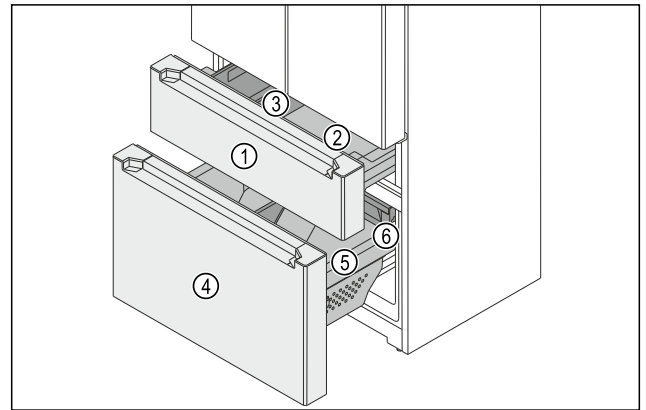

Fig. 146 Auszugswagen Gefriereteil
- (1) Oberer Auszugswagen
- (2) Behälter
- (3) FlexBox
- (4) Unterer Auszugswagen
- (5) Behälter
- (6) Schubfach
Das Gefriereteil besteht aus zwei Auszugswagen. Im oberen Auszugswagen Fig. 146 (1) sind ein Behälter Fig. 146 (2) und eine FlexBox Fig. 146 (3). Im unteren Auszugswagen Fig. 146 (4) sind ein großer Behälter Fig. 146 (5) und ein Schubfach Fig. 146 (6). Sie können die Behälter im oberen und unteren Auszugswagen zur Reinigung entnehmen.